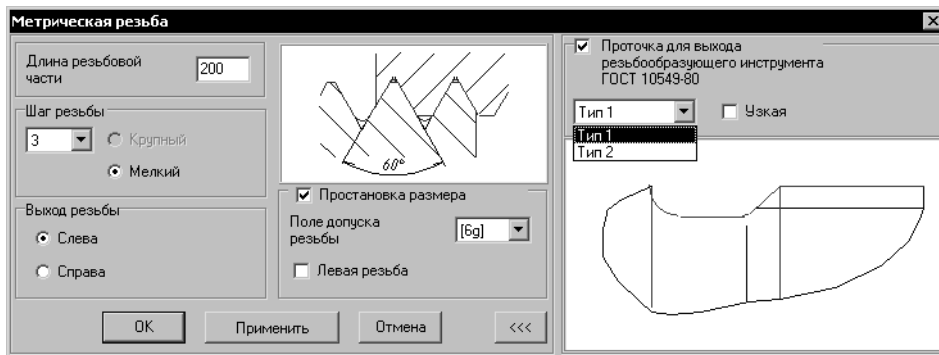

Рис. 4.10.
- >>> 5. Чтобы отобразить на чертеже проточку для выхода резьбообразующего инструмента, нажмите кнопку **Дополнительно**. Откроется панель для ввода данных о проточке (рис. 4.10).